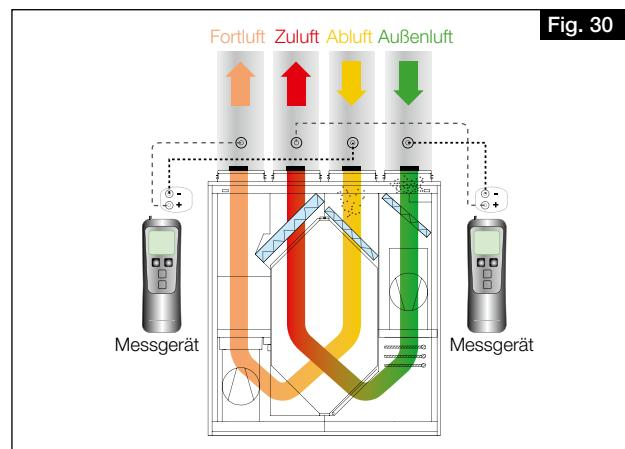

Fig. 30
1. Installer les manchons de mesure de pression dans les conduits de soufflage, d'extraction, de rejet et d'air extérieur de l'appareil (voir Fig. 30).
- ① Garder une distance droite d'environ 20 cm par rapport au manchon de mesure !